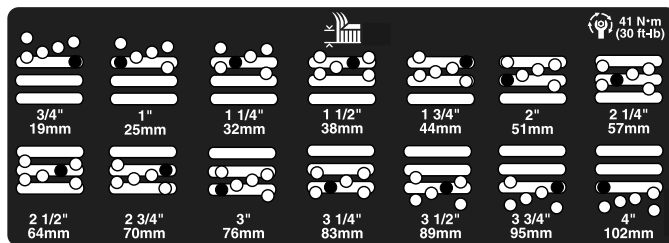

Figure 20
5. Placez la chambre à la hauteur de coupe voulue et mettez l'entretoise dans le trou et la fente correspondants à la hauteur de coupe désignée (Figure 20).